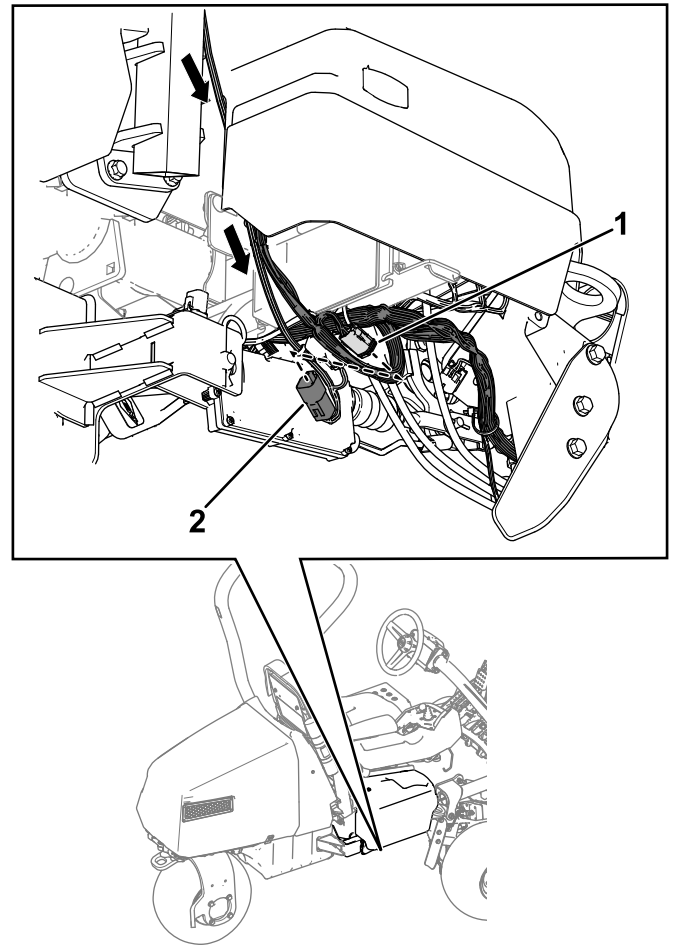

Bild 13
4. Verlegen Sie den Kabelbaum am Überrollbügel entlang und schließen Sie den mit P01 gekennzeichneten Anschluss des Kabelbaums an den mit P71 gekennzeichneten Anschluss des Maschinenkabelbaums an (Bild 13).